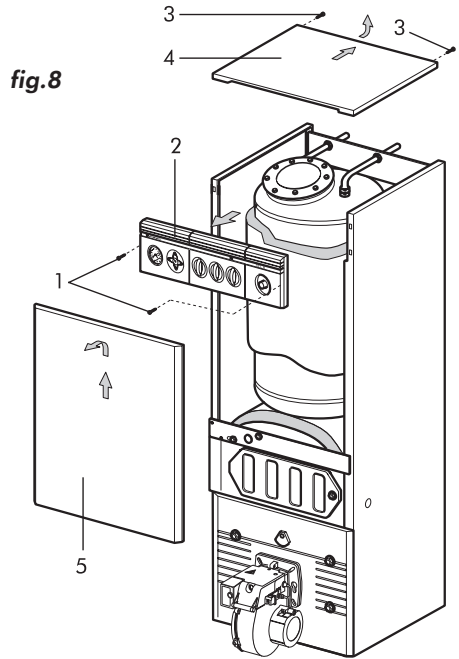

fig.8
- Desatornillen los tornillos **1** y quiten el panel **2** (Fig.8).
- Desatornillen los tornillos **3** y quiten la tapa **4** (Fig.8).
- Quiten el panel delantero **5** (fig.8).